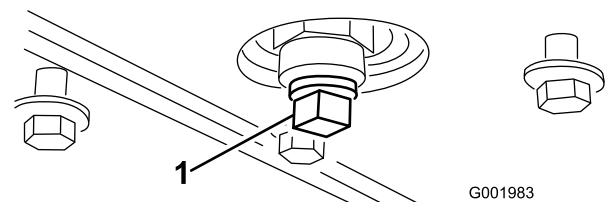

Figura 48
5. Retire el tapón de vaciado (Figura 48).